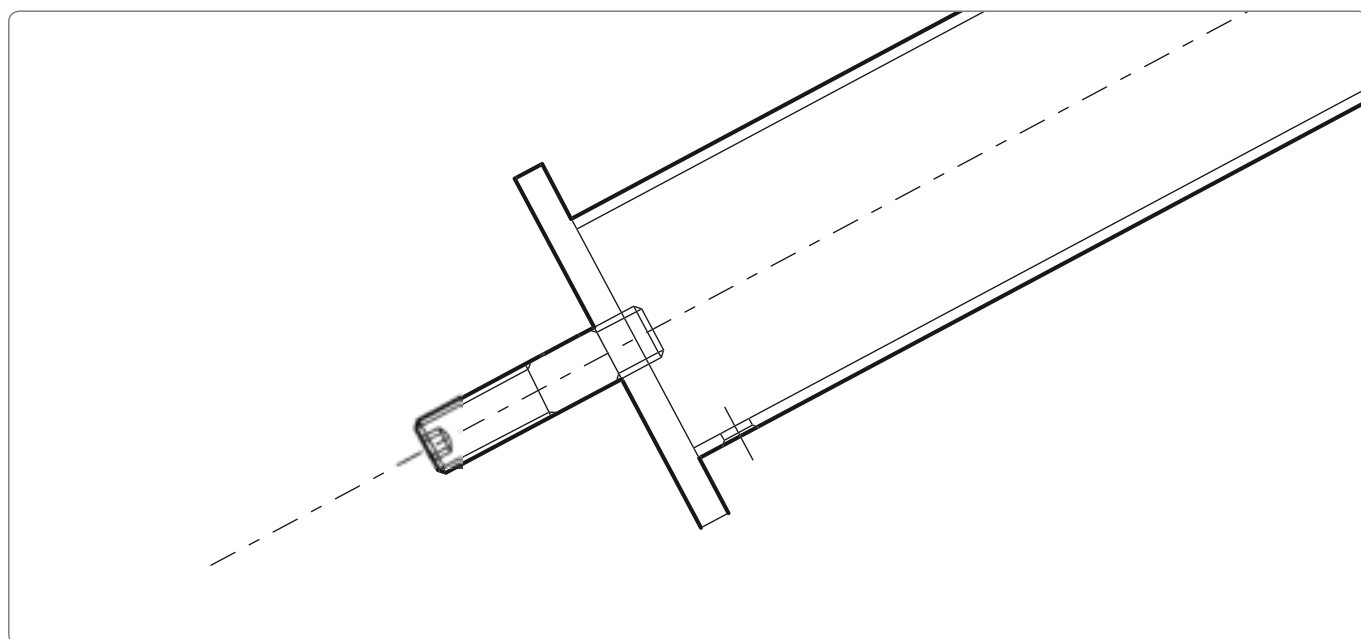

Abb. 1.3: Schwenkrohrende mit eingeschraubtem Bolzen
2. Beide Bolzen werden in das Schwenkrohr eingeschraubt. (siehe Abb. 1.3)